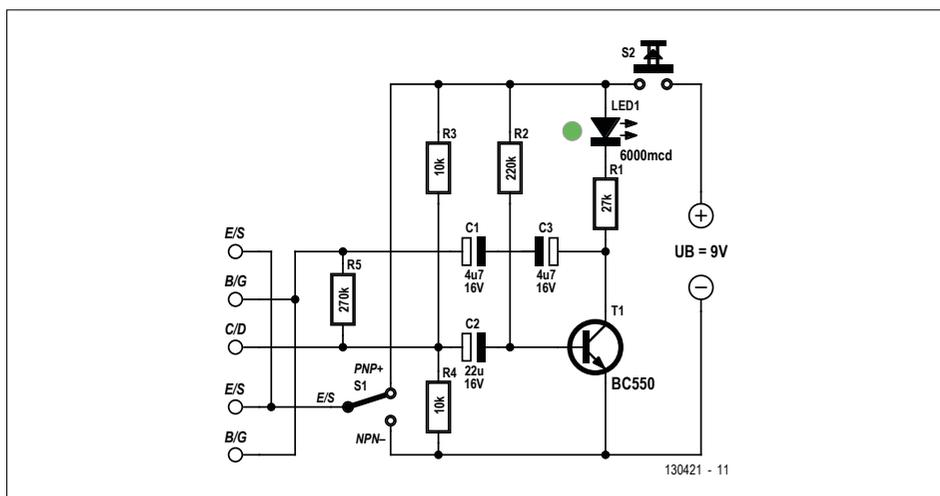

Bild 1. Version mit LED.
Der TCA580 (**Bild 1**) ist ein integrierter Gyrtator von Philips/Signetics, der Mitte der 1970er Jahre in Telekommunikationsschaltungen verwendet wurde. Mit dem IC, einem Kondensator und zwei Widerständen kann man eine virtuelle Induktivität mit einem hohen und stabilen Wert bis zu 1 Megahenry (MH) und sehr hoher Güte ($Q > 1000$) schaffen. Wenn Sie einen weiteren Kondensator hinzufügen, haben Sie schon eine abgestimmte Schaltung, die sich als Notch-Filter oder Frequenzdetektor bis zu 10 kHz einsetzen lässt. Eine Schaltung mit einer echten Induktivität wäre weitaus größer, teurer und ungenauer. Heutzutage würde man eher aktive Filter, PLLs oder digitale Signalprozessoren (DSP) einsetzen, um diese Aufgaben zu erfüllen, aber in den 70er Jahren war ein Gyrtator ein wirtschaftlicher und effektiver Weg, um zu einer solchen Lösung zu gelangen. Informationen über den TCA580 sind
Bei richtiger Anschlussfolge, denn nur so kann der Multivibrator schwingen, blinkt die High-Efficiency-LED in **Bild 1**. Werden die Anschlüsse E und C vertauscht, kann es sein, dass die LED auch blinkt, aber etwas schneller. Denn manche bipolaren Transistoren funktionieren auch - mit Einschränkung - wenn die Anschlüsse von Emitter und Kollektor vertauscht werden. Bei Junction-FETs (Sperrschicht-FETs) mit symmetrischem Aufbau wird nur das Gate mit Sicherheit angezeigt, die Anschlüsse S und D sind bei diesen Typen austauschbar.
ist die LED durch einen Piezo-Summer ersetzt. Um einen hörbaren Sound zu generieren, haben die frequenzbestimmenden Kondensatoren viel kleinere Werte als in Bild 1. Ein tiefer Ton bedeutet, dass der Prüfling funktioniert, kein Ton bedeutet entweder eine falsche Anschlussfolge oder eine Fehlfunktion des Test-Transistors.